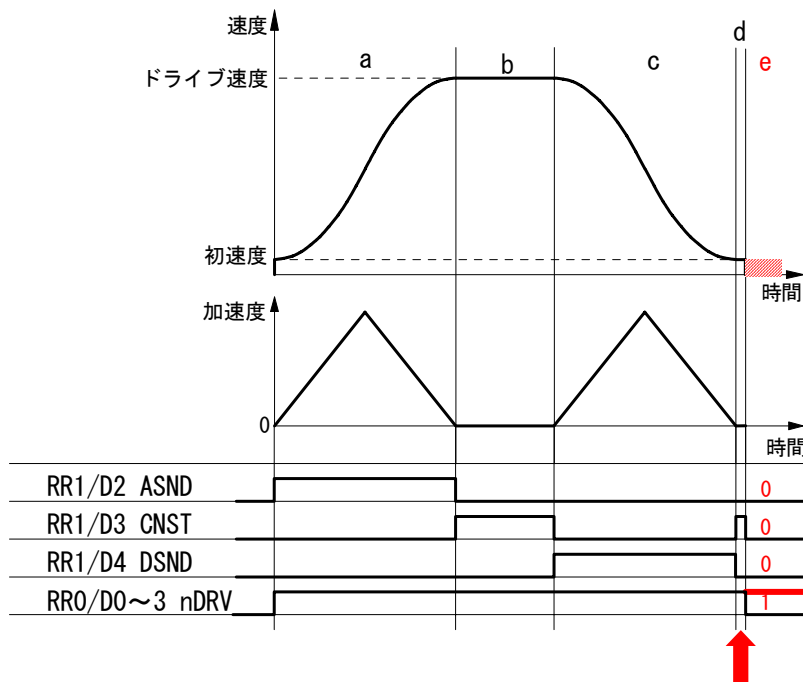

図3 RR1レジスタが示す加減速状態
I C の RR1 レジスタからは、加速中(ASND)、定速中(CNST)、減速中(DSND)の加減速状態を読み取ることができますが、この時の加減速状態は次の図3 ようになります。
減速停止要求が入ると不具合が発生する可能性がある区間は図3中dの区間で、この時の加減速状態は定速(CNST=1)を示しています。また不具合(連続してパルスを出す)が発生した場合には、ドライブ中(RR0/nDRV=1)にもかかわらず、ASND,CNST,DSNDはいずれも0となります。
基本的には減速が始まったら、減速停止をさせる必要がないわけですから、減速停止命令(26h)の発行を禁止するようにします。減速中であることを知るには通常 nRR1/D4(DSND)を見ますが、図3に示すように、減速停止命令を書くと不具合が発生するのは図3中dの区間です。この区間ではDSNDビットは0になりCNSTビットが1になります。従って、回避策として次の2つの方法を提案させていただきます。
減速停止をかけたい区間は加速時及び定速時(図3のaとb)ですが、図3に示すように、不具合を起こす区間dも定速区間bと同じ定速状態を示します。しかし現在速度に違いがあり定速区間bでは設定ドライブ速度に近く、不具合を起こす区間dでは初速度に近い値です。従って、ドライブ開始前に初速度とドライブ速度の中間の速度を判定速度((ドライブ速度-初速度)/2+初速度))として求めておき、ドライブ中減速停止命令を発行する時には、加速中(ASND=1)または定速中(CNST=1)で且つ現在速度>=判定速度ならば減速停止命令を発行するようにします。
割り込みの発生要因として、図3に示すS字加減速の定速域(b 区間)終了を設定することができます。しかしこの割り込みは、図3に示すように、ドライブ終了間際に d 区間がある場合、すなわち終了間際に初速度に到達した場合、あるいは加速度が0になった場合にも発生します。不具合はドライブ終了間際に、速度が初速度に到達しないで加速度が0に落ちた状態で、減速停止要求が発生すると起きますので、必ず d 区間が現れます。d 区間終了時の割り込み発生のタイミングで不具合か否かを判定する方法です。
- ① 定速域終了を確認します。ドライブしている軸の RR3/D5(C-END)ビットが0の場合は、他の割り込み要因ですので、そちらの割り込み処理を行ないます。
- ② 減速域に入ったか確認します。RR1/D4(DSND)=1 の場合は、図3の b 区間から c 区間にはいった時ですから、そのまま処理を終了します。=0 の場合は d 区間終了であること示していますので、③の処理に移ります。
- ③ ドライブの終了を確認します。もしドライブが終了していれば、d 区間も正常に終了したことなので、そのまま処理を終了します。ドライブが終了していない場合は、d 区間が終了したにもかかわらずドライブ状態であることですので、不具合が発生したことがほぼ確定できます。即停止命令をかける前に、次の④と⑤は安全のために確認します。
- ④ ハードリミットがオンしていることを確認します。RR1/D12,D13 ビットはそれぞれ+方向、-方向のリミットが作動すると1を示しますので、D12=1 または D13=1 ならば、進行方向のリミットがオンしたと判断します。
- ⑤ 不具合発生時には ASND=CNST=DSND=0 となるので、これを確認します。
- ⑥ 即停止命令を発行します。
(2) IC からの割り込みを使用しない場合
図3の d 区間において進行方向のリミットがアクティブになると不具合が発生します(正確には、まれに発生する場合があります)。これを事前に回避する方策はありませんので、不具合が発生したら直ちに停止させる方法を取ることになります。図3に示すように不具合が発生すると(e 区間)、ドライブ状態のまま(RR0/nDRV=1)、加減速状態は ASND、CNST、DSND ともに0になります。この状態は正常なドライブでは起きません。よって、次のような対策のための処理例を示します。